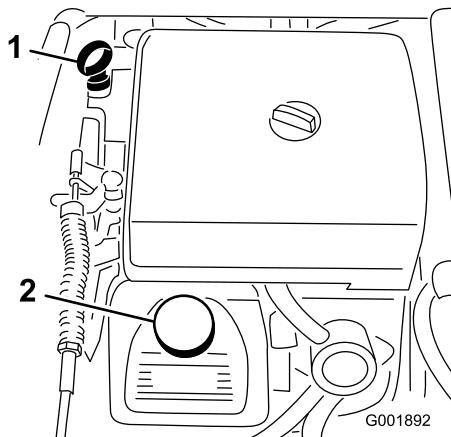

図 20
2. ディップスティックを抜き、ウェスで一度きれいに拭く(図 20)。ディップスティックを、チューブの根元までもう一度しっかりと差し込む。ディップスティックを引き抜いて油量を点検する。
3. 油量が少なければ、バルブ・カバーの上に付いている補給口(図 20)を開け、ディップスティックの Full マークまでオイルを補給する；オイルの種類や粘度の選択については「エンジンの保守」の章の「エンジン・オイルについて」を参照。補給するときは、ディップスティックで確認しながら少量ずつ入れてください。入れすぎないよう注意してください。